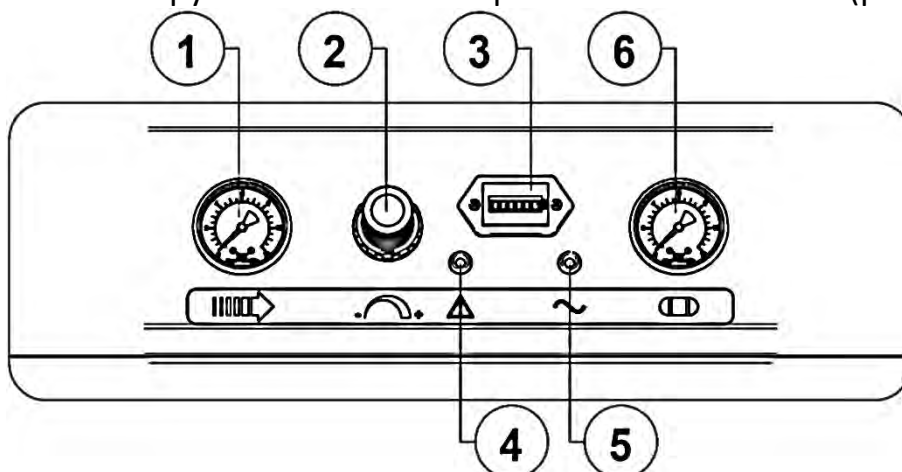
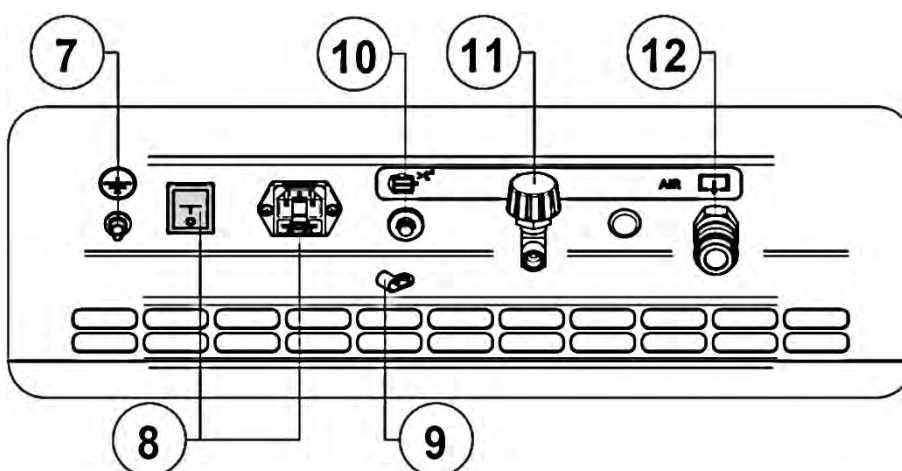

Рисунок 3 - Панель управления
Рисунок 4 - Задняя панель
7.4.2 К быстроразъемной муфте **12** (выход сжатого воздуха) (рисунок 4) присоедините шланг сжатого воздуха к исполнительному устройству.
7.5.5 Провод заземления подключите к винту заземления 7 (рисунок 4) на задней панели компрессора. При наличии заземляющего контакта в электрической розетке, дополнительное заземление не требуется.
Подсоедините сетевую вилку съемного шнура питания к электрической сети. Включите компрессор выключателем **8** (рисунок 4) на задней панели. Для этого необходимо переключить выключатель в положение «I». Включенное состояние сигнализируется зелёной контрольной лампочкой **5** (рисунок 3).
- Выключить компрессор выключателем **8** (рисунок 4) на задней панели. Для этого необходимо переключить выключатель в положение «**0**». После этого остановится двигатель и произойдет сброс давления из нагнетательного воздухопровода и поршневого блока.
- Снизить давление в ресивере до атмосферного при помощи крана разгрузки **11** (рисунок 4).
8.4.1 Настройка давления сжатого воздуха осуществляется регулятором давления **2** следующим образом (рисунок 3):
**ВНИМАНИЕ: НАСТРОЙКА РЕГУЛЯТОРА ДАВЛЕНИЯ ДОЛЖНА ПРОИЗВОДИТЬСЯ ПРИ ЗАКРЫТОМ КРАНЕ РАЗГРУЗКИ РЕСИВЕРА 11 (РИСУНОК 4)!**
8.4.2 Компрессор оборудован устройством защиты от перегрузок. При нарушении питания электрической сети, а также при работе с ПВ более 60% возможно автоматическое срабатывание защиты двигателя, о чем сигнализирует красная контрольная лампочка **4** (рисунок 3) на панели управления.
- Переключите выключатель **8** (рисунок 4) на задней панели в положение «0».